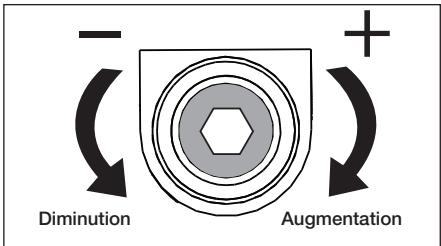

Figure 14, Vis de réglage de la soupape de retour
- Au moyen d'une clé Allen de 7/32", desserrer la vis de réglage de la soupape de retour sur près de 2 tours. Voir Figure 14.
- Tous les modèles sauf le P-84 :** Une fois le réglage souhaité atteint, tourner la soupape de retour dans le sens des aiguilles d'une montre pour relâcher la pression du système. Vérifier que le manomètre indique zéro (0) psi/bar.
- Modèle P-84 uniquement :** Une fois le réglage souhaité atteint, déplacer la poignée de la vanne en position neutre (N) pour relâcher la pression du système. Vérifier que le manomètre indique zéro (0) psi/bar.